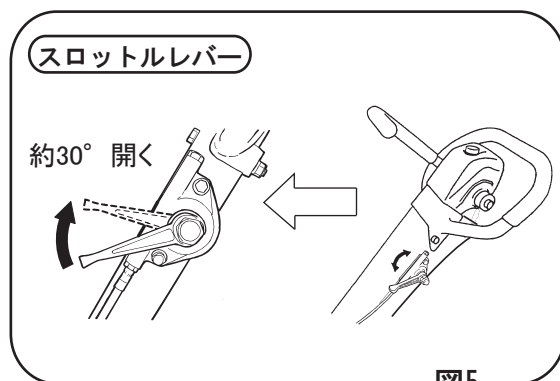

図5
- 2 スロットルレバーを約30° 開きアイドリングの位置にします。(図5)